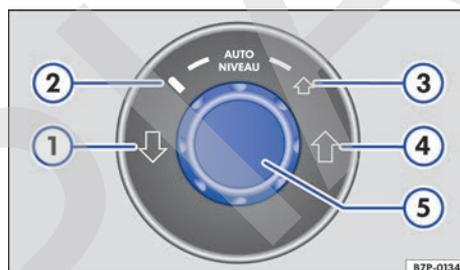

Fig. 167 En la parte inferior de la consola central: mando giratorio para ajustar el nivel.
Con la regulación de nivel se pueden seleccionar cuatro niveles diferentes → fig. 167.
Leyenda de la fig. 167:
- Gire el mando → fig. 167  hasta el nivel deseado.